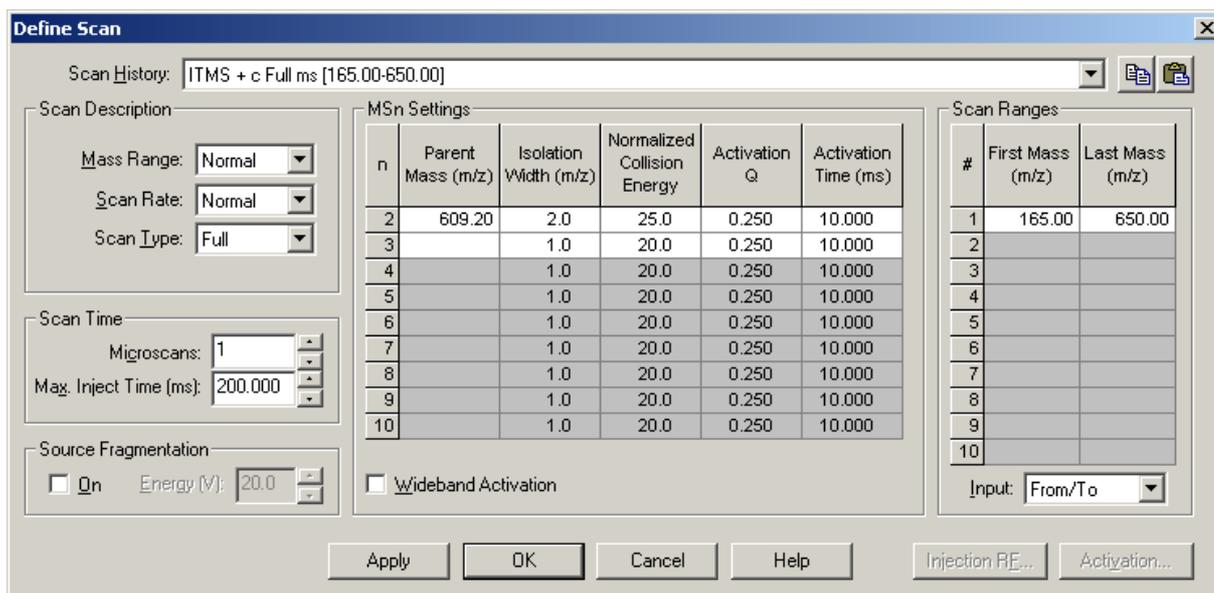

图5-3. Define Scan 对话框，图中所示是在全扫描模式采集利血平MS/MS数据是的常规设置。
9. 在Tune Plus窗口, 观察利血平(或你感兴趣的分析样品)的质谱图。必要时, 以5%的幅度增加Normalized Collision Energy数值, 使母离子的质谱峰能清晰的显示出来, 每改变一个数值, 点Apply应用相应数值。看图5-3。